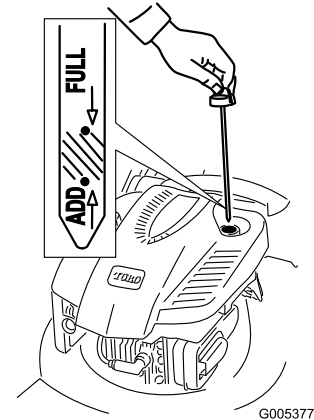

Bild 8
1. Ziehen Sie den Peilstab heraus (Bild 8).
2. Füllen Sie das Öl **langsam** in den Einfüllstutzen ein, um den Ölstand auf die Marke **Voll** am Peilstab anzuheben. Bild 8 **Füllen Sie nicht zu viel ein.** (Max. Füllstand: 0,59 l, Typ: Waschaktives SAE 30-Öl mit der Klassifizierung SF, SG, SH, SJ, SL oder höher durch das American Petroleum Institute (API).